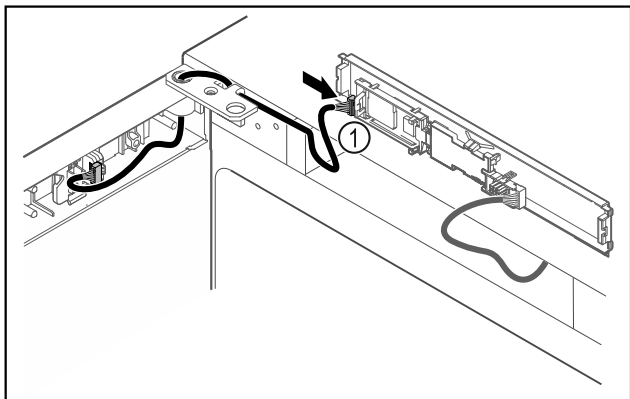

Fig. 48
- ▶ Natakните utikač Fig. 48 (1) na tiskanu pločicu.